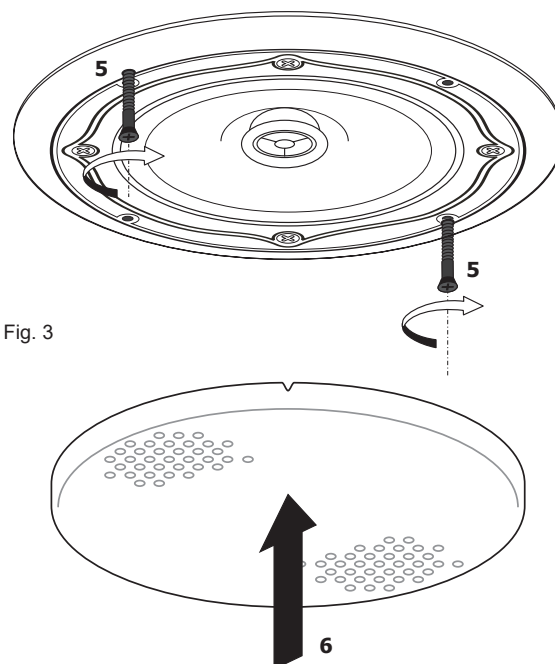

Fig. 3
3) richiudere il coperchio del vano morsetti e, dopo aver riportato i ganci nella posizione originaria, inserire la plafoniera nel foro a controsoffitto, serrando a fondo le viti (fig. 3);
3) close the cover where terminal has been connected and, after returning the hooks to their original position, insert the ceiling speaker into the hole in the false ceiling, fully tightening the screws (fig. 3).